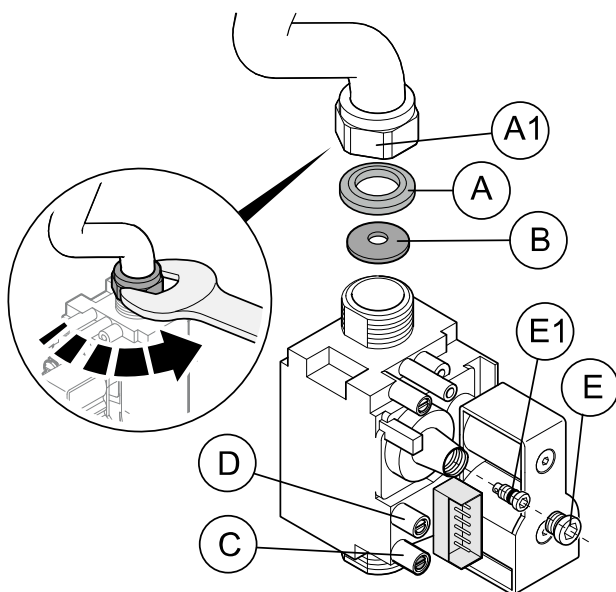

Abb. 1
H.3 Gasventil-Einstellung (siehe Abb. 1)